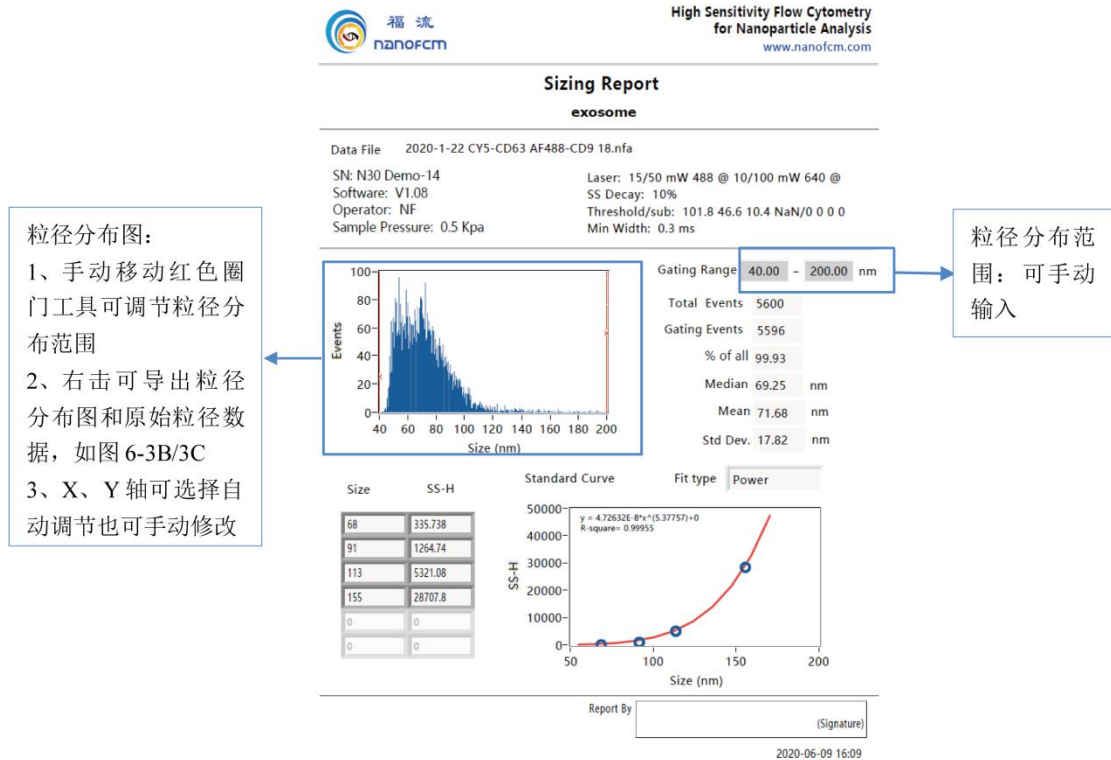

图 6-2 粒径报告
- 粒径报告：单击  选择 **Sizing** 生成粒径检测报告，可存为 PDF 文档或直接打印，如图 6-2 所示；